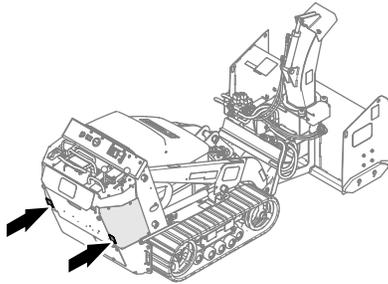
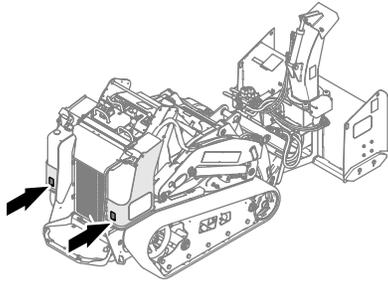
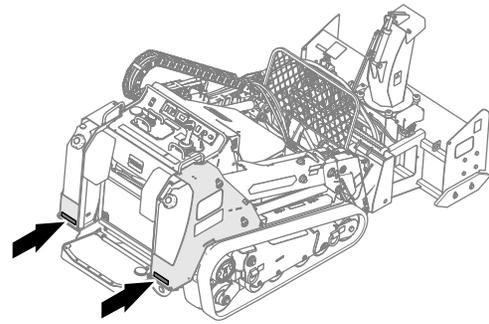

Figure 6
Figure 7
Figure 8
1. Garez la machine dans un lieu chauffé et attendez que les surfaces d'acier à l'arrière de la machine (Figure 8) se réchauffent et que la condensation sèche.
3. Assurez-vous que la surface d'application de l'autocollant (couvercle de support arrière ou plaque de réservoir) sur la machine est chaude et sèche (Figure 6, Figure 7 et Figure 8).